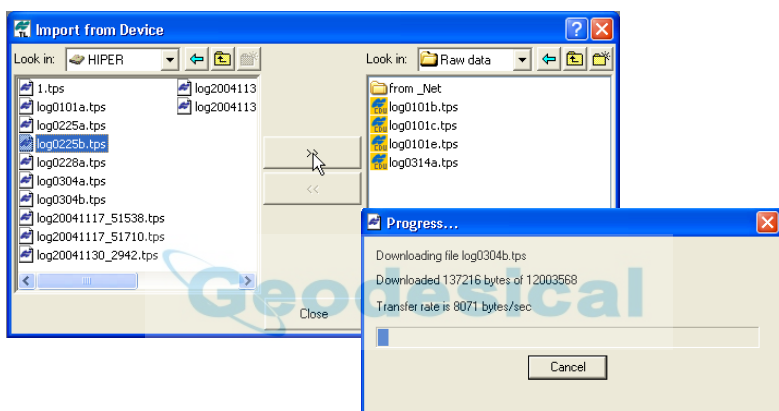

Figura 5-8. Selección del Archivo de Datos Brutos y Visualización del Progreso de la Importación
6. En el panel derecho de la ventana *Import From Device* (Importar desde Dispositivo), examine y seleccione, o cree, una carpeta para guardar los archivos (Figura 5-8).
7. Para ver el archivo de datos brutos colectados, haga doble clic (o clic en *Select* en el menú emergente) en el receptor deseado. Para importar el(los) archivo(s) del receptor a la computadora y guardarlo(s) en la carpeta seleccionada, sombree el(los) archivo(s) deseado(s) y haga clic en las flechas dobles (Figura 5-8).
8. Se muestra el progreso de la importación (Figura 5-8).